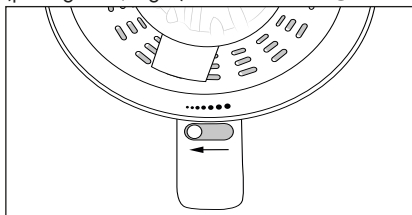
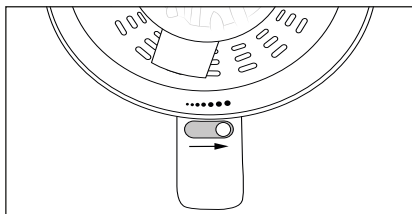

Fig. 2
Fig. 3
- ◆ Regolare il contenuto di polpa del succo da ridotto (punti piccoli, Fig.2) ad abbondante (punti grandi, Fig.3) con il selettore **6**.